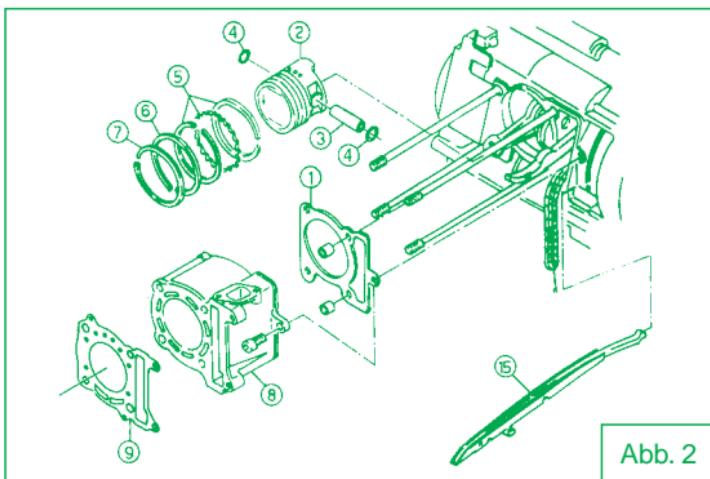
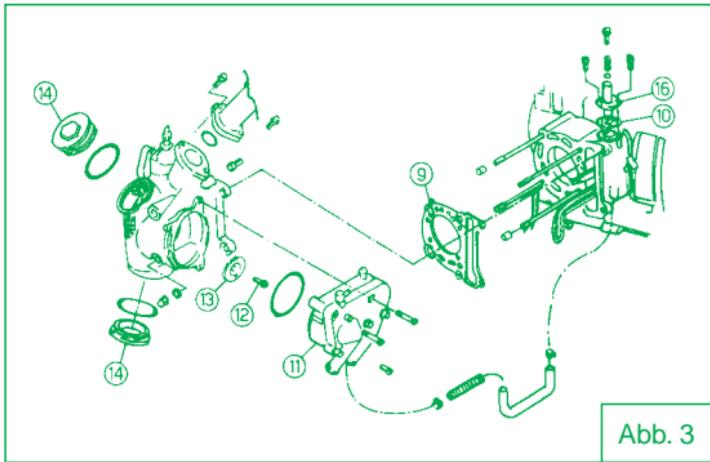

Abb. 2
Abb. 3
- 7) Die Verschlüsse entfernen (Abb. 3 - Nr. 14) und sicherstellen, dass Spiel zwischen Kipphebeln und Ventilen besteht; dies als weitere Überprüfung, dass sich der Kolben am OT befindet.
- 8) Den Kettenspanner entfernen (Abb. 3 - Nr. 16).
- 9) Die Schraube entfernen (Abb. 3 - Nr. 12) und das Zahnrad abziehen (Abb. 3 - Nr. 13).
- 11) Die Kettenführung abziehen (Abb. 2 - Nr. 15).
- 7) Die Kettenführung (Abb. 2 - Nr. 15), die Zylinderkopfdichtung (Abb. 3 - Nr. 9) und die Stifte montieren.
- 9) Das Zahnrad auf der Kette positionieren (Abb. 3 - Nr. 13), dann ihn in seinen Sitz in der Nockenwelle fügen.
- 10) Den Kettenspanner montieren (Abb. 3 - Nr. 16) und dabei die neue Dichtung aus dem Lieferumfang verwenden.
- 11) Wenn Sie sicher sind, dass Sie alle vorherigen Schritte korrekt ausgeführt haben, können Sie die Schraube (Abb. 3 - Nr. 12) mit einem Anzugsmoment von 25 bis 35 Nm anziehen.
- 12) Nun kann die Wasserpumpe (Abb. 3 - Nr. 11) montiert werden. Dabei darauf achten, dass der Zugzahn im Langloch in der
Schraube, der das Zahnrad befestigt, eingefügt wird (Abb. 3 - Nr. 12). Das Ventilspiel mit einem Dickenmesser überprüfen und die Verschlüsse einschrauben (Abb. 3 - Nr. 14). Den Motor erneut am Rahmen montieren.